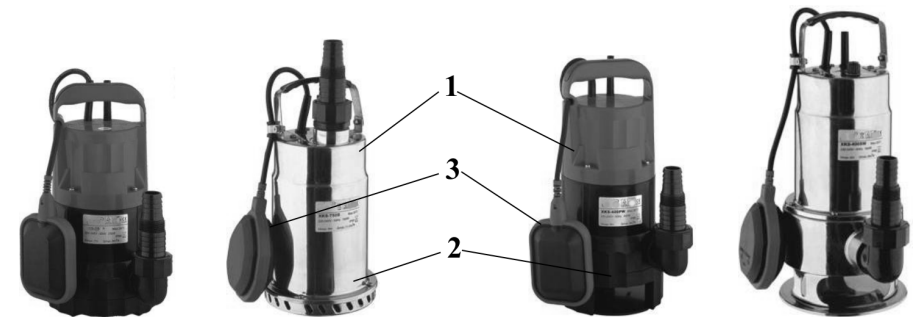

Рис.2. Внешний вид насосов SUB xxxFS Внешний вид насосов VORT xxxFS
Внешний вид насоса показан на рисунке 2. Насосы состоят из трех основных узлов (рис.2): электродвигателя (1), центробежного насоса (2) и поплавкового выключателя (3). В нижней части насоса расположены всасывающие отверстия. Корпус насоса и рабочее колесо выполнены из материала, обладающего высокой устойчивостью к эрозии от твердых частиц и коррозии. После закрепления к насосу напорного шланга, погружения его в воду и подключения электропитания насос включается и выключается автоматически с помощью поплавкового выключателя.